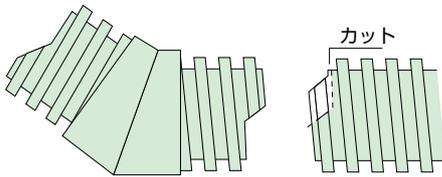

図1 上から見た図
- ① パイプどうしの接続は、パイプの端カット部を上部にして突き合わせて、接続して下さい。カット処理する必要はありません。
- ② パイプとエルボ部品等を接続する場合で、各々の端カット位置が合わない場合は部品の端カット部に合うようにパイプの方をのこぎり、ジグソー等でカット処理して下さい。(図1)